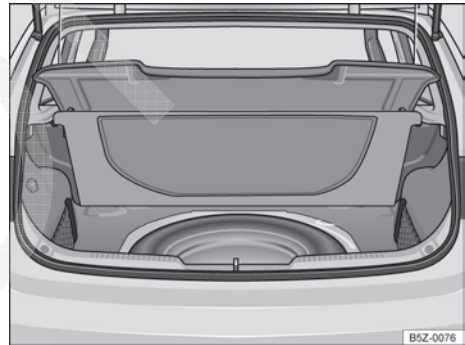

Fig. 156 No compartimento de bagagem, sob o revestimento do assoalho: roda de emergência e ferramentas de bordo.
As ferramentas de bordo e a roda de emergência estão localizadas no compartimento de bagagem, sob o revestimento do assoalho → Fig. 156.
- Levantar o revestimento do compartimento de bagagem → Fig. 156.